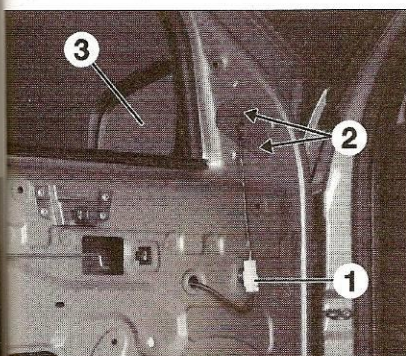

Fig. 48
- Débrancher le connecteur (1) (rétroviseur électrique) (Fig.48).
- Déposer les vis (2).
- Extraire le rétroviseur (3).